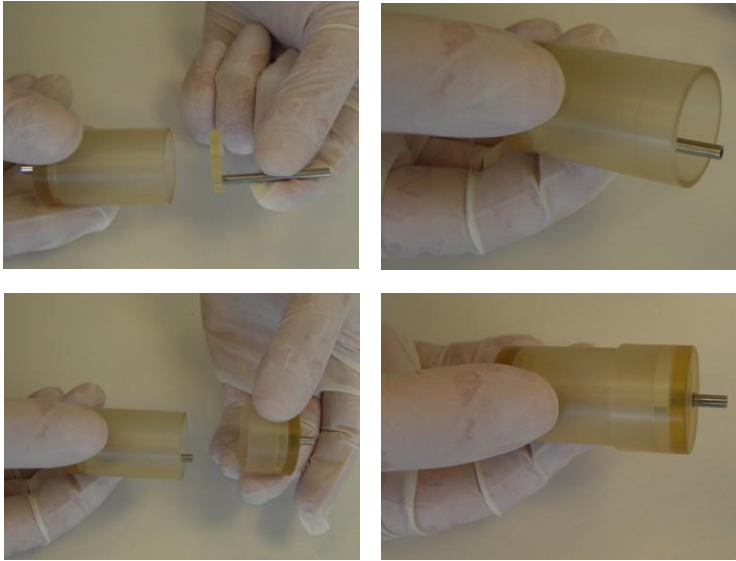

Figure 3-54. Assemblage du collecteur de greffons
10. Assemblez le collecteur de greffons, comme illustré à la Figure 3-54.